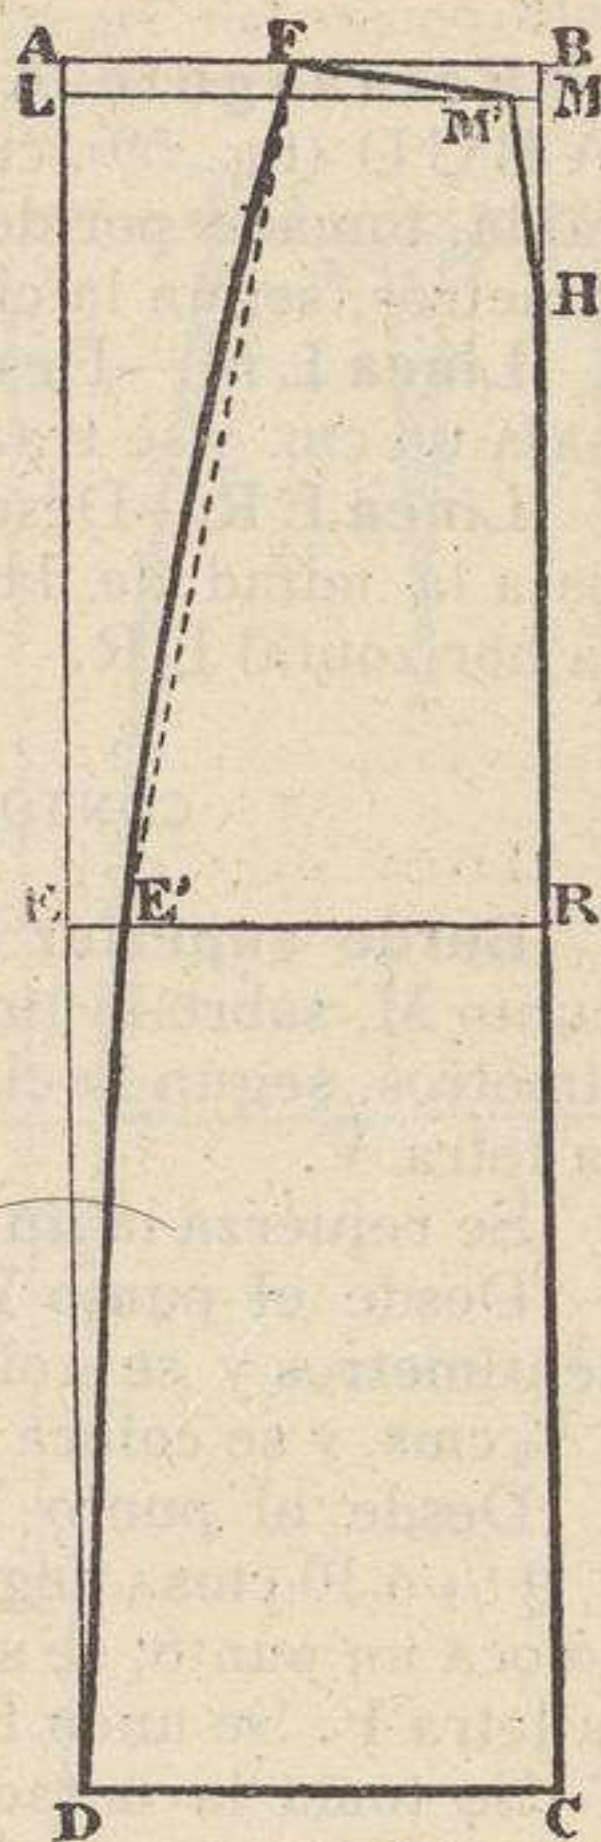

Fig. 58
**Rectángulo ABCD.**—Se traza un rectángulo ABCD (fig. 58), cuyo largo sea igual á la longitud del costado y el ancho á: